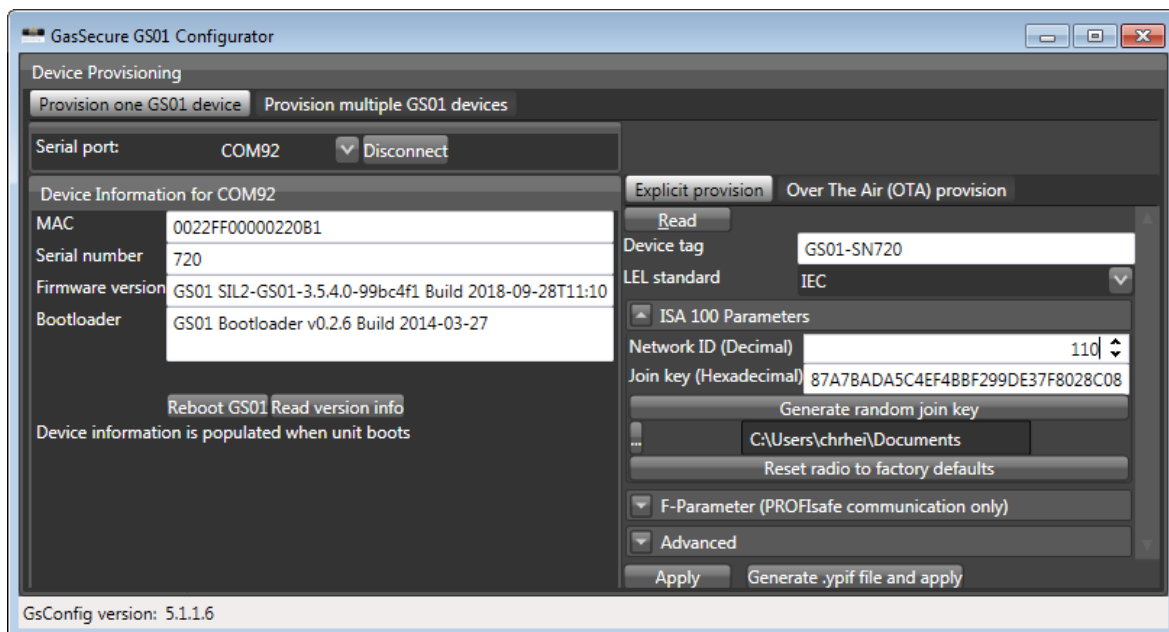

Рис. 3-1: Конфигуратор GS01
- б) Запустите Конфигуратор GS01 и выберите правильный COM-порт. Оставьте режим по умолчанию Provision one GS01 device. Нажмите кнопку Connect и убедитесь, что отображается информация об устройстве, см. Рис. 3-1. Нажмите кнопку Read version info, если информация об устройстве не отображается автоматически. Нажмите кнопку Read, чтобы отобразить текущее состояние инициализации устройства. Оставьте "Explicit provision".
- c) Введите обозначение устройства (Device tag)⁵ и необходимый сетевой идентификатор (Network ID) в десятичном формате⁶, см. Рис. 3-1.
- Запустите Конфигуратор GS01 и выберите правильный COM-порт. Оставьте режим по умолчанию Provision one GS01 device. Нажмите кнопку Connect и убедитесь, что отображается информация об устройстве, см. Рис. 3-1. Нажмите кнопку Read version info, если информация об устройстве не отображается автоматически. Нажмите кнопку Read, чтобы отобразить текущее состояние инициализации устройства. Выберите "Over The Air (OTA) provision".